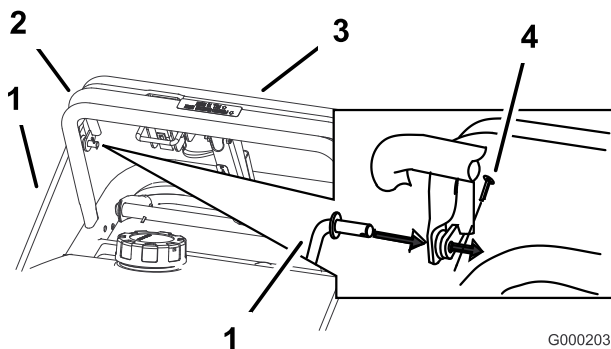

Figura 8
1. Instale las varillas de control en la barra de control superior y la barra de control de la cuchilla. Fije las varillas de control con 2 pasadores de horquilla (Figura 8).